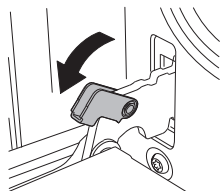

Figure 1
1. Pour retirer la porte, il faut l'ouvrir au maximum. Tirez ensuite l'attache de la charnière de la porte vers l'arrière. (Figure 1)